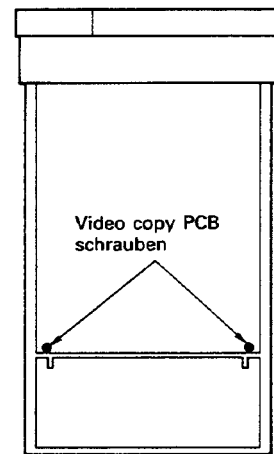

Abb. 2-4
2. Zur Überprüfung der Rückseite der Platine sind die beiden Befestigungsschrauben zu lösen (Abb. 2-4), alle Stecker der Platine abzuziehen und die Platine zu entnehmen.